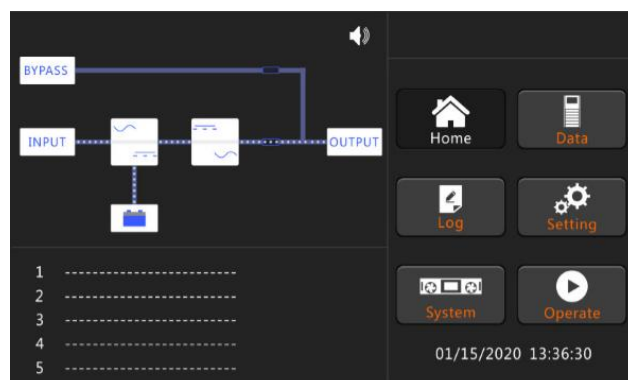

Abb.4-5 LCD des Normalmodus
8. Schließen Sie den externen Batterieschalter, die Batterieanzeige blinkt und die USV lädt die Batterie. Die USV arbeitet im Normalmodus, wie in Abbildung 4-5 dargestellt